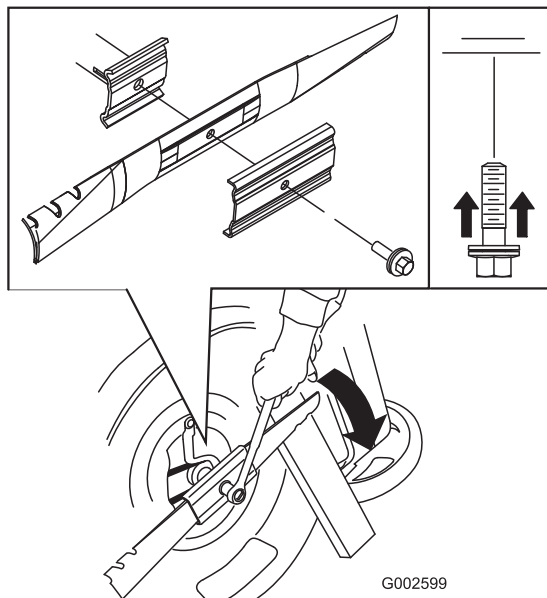

Bild 32
5. Installieren Sie ein neues Messer (drehen Sie die Messerschraube nach rechts) und alle Befestigungen (Bild 32).